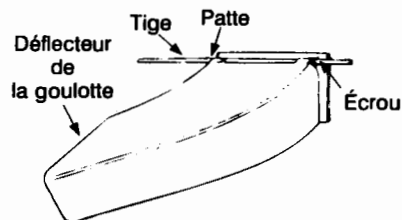

Figure 9
- Glissez la tige dans le bord supérieur du déflecteur de la goulotte pour que la patte de la tige se trouve sur la gauche du déflecteur. Si elle est correctement assemblée, la tige dépasse davantage sur la gauche que sur la droite. Voir la figure 9.